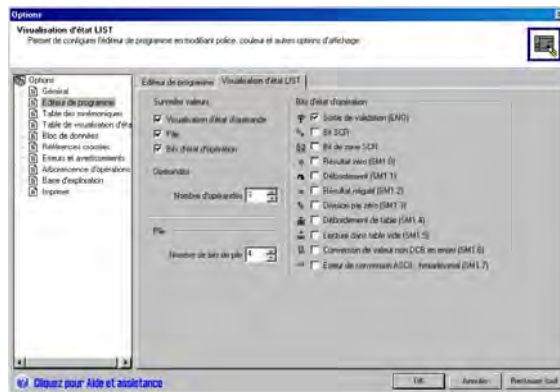

Figure 8-3 Options d'affichage pour la visualisation d'état en LIST
STEP 7-Micro/WIN permet d'afficher l'état de divers paramètres pour les instructions LIST. Sélectionnez la commande **Outils > Options**, sélectionnez Editeur de programme puis cliquez sur l'onglet LIST (voir figure 8-3).